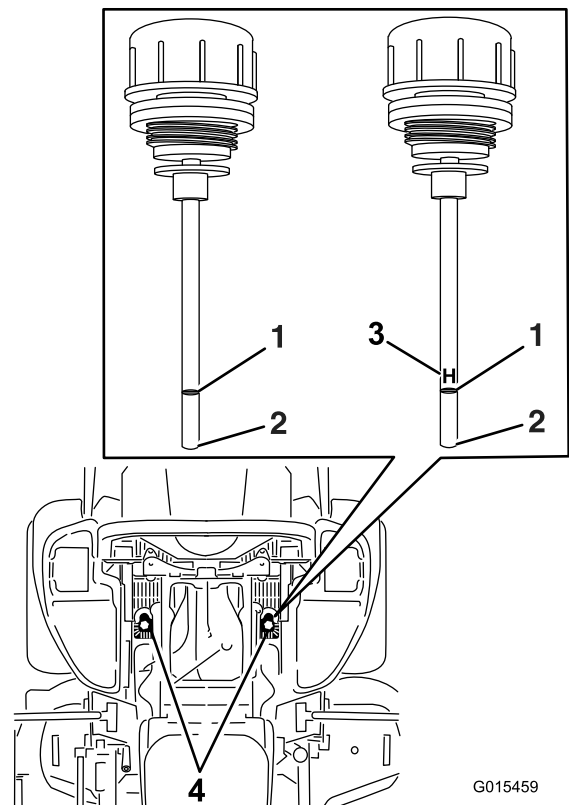

Figure 86
6. Nettoyez la surface autour des jauges des réservoirs du système hydraulique (Figure 86).
7. Sortez la jauge du réservoir hydraulique (Figure 86).
9. Ressortez la jauge et examinez l'extrémité (Figure 86). Si le niveau d'huile est au repère minimal, versez lentement la quantité d'huile qui convient dans le réservoir hydraulique pour faire monter le niveau jusqu'au repère maximal (H).